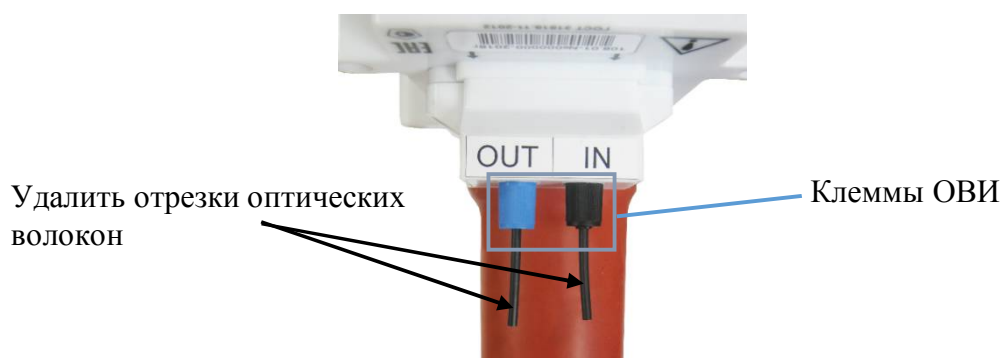

Рисунок 32
- б) Раскрутить клеммы ОВИ, удалить отрезки оптических волокон из клемм (см. рисунок 32);